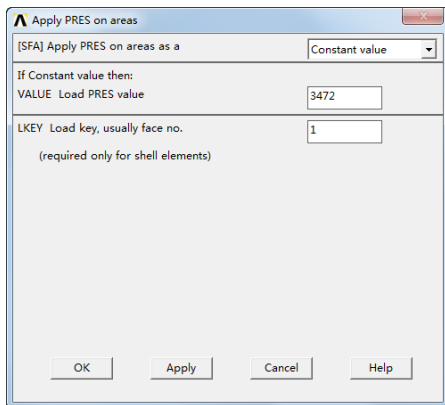

图 11-42 施加面载荷
③施加载荷: Main Menu > Solution > Define Loads > Apply > Structural > Pressure > On Elements, 弹出“Apply PRES on elems”拾取菜单。拾取最内环面的下半部分, 然后单击“OK”按钮, 弹出“Apply PRES on elems”对话框, 如图 11-42 所示。在“VALUE Load PRES value”后面输入 3472, 单击“OK”按钮接受其余默认设置。